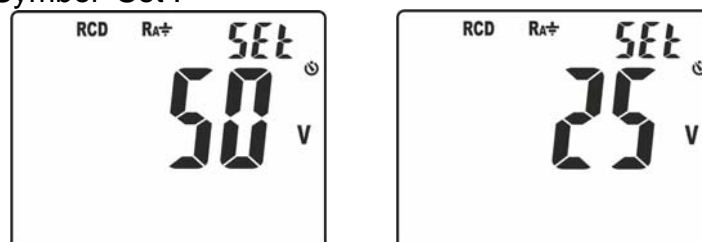

Abb. 5: Einstellung der Grenzberührungsspannung
2. Drücken und halten Sie die Taste **▼/☼** und schalten Sie das Gerät durch Drehen des Funktionswahlschalters ein. Das Bildschirm in Abb. 5 – linke Seite erscheint im Display mit blinkendem Symbol "Set".